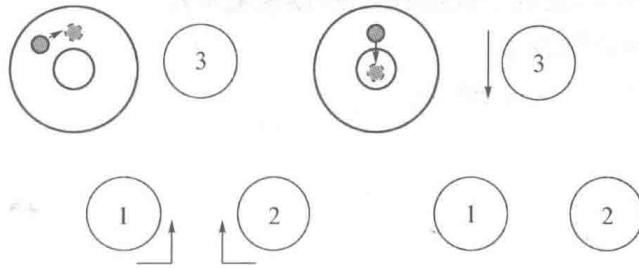

图 2-2 水准仪粗平示意图
(1) 安置水准仪脚架, 注意脚架的高度及开度, 确认脚架安置稳定后, 将仪器安置到脚架上。
(2) 粗平: 使用脚螺旋, 先调整两个, 双手做对称运动, 再左手调整另一个, 调整的原则是气泡移动方向与左手大拇指移动方向相同, 如图 2-2 所示。